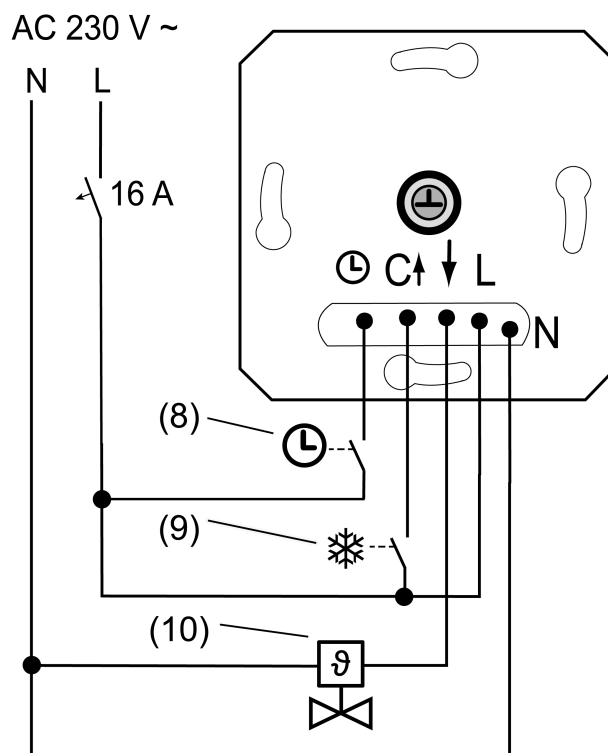
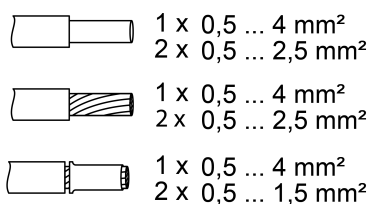

Bild 2: Anschlussbeispiel des Einsatzes
Bild 3: Klemmbarer Leiterquerschnitt
- Elektrothermischen Stellantrieb (10) an Einsatz (1) gemäß Anschlussplan (Bild 2) anschließen. Leiterquerschnitte beachten (Bild 3).
- Optional den Eingang Absenkbetrieb ☉ über einen Schaltkontakt einer Zentraluhr (8) beschalten.